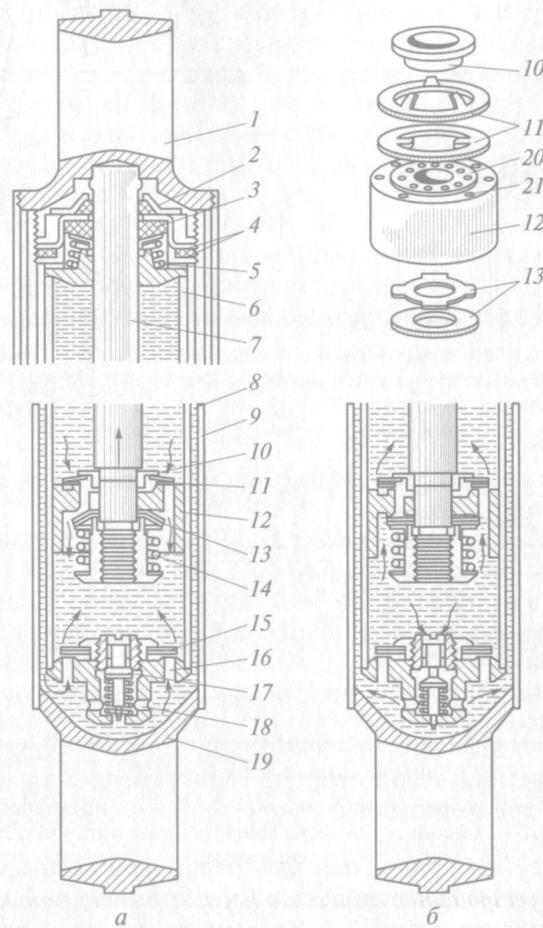

Рис. 3.4. Устройство и схема работы телескопического амортизатора:
6. Изучить **устройство телескопического амортизатора**, используя учебный плакат и рис. 3.4. Запомнить название деталей и их взаимное расположение, сравнить с разрезом на стенде.